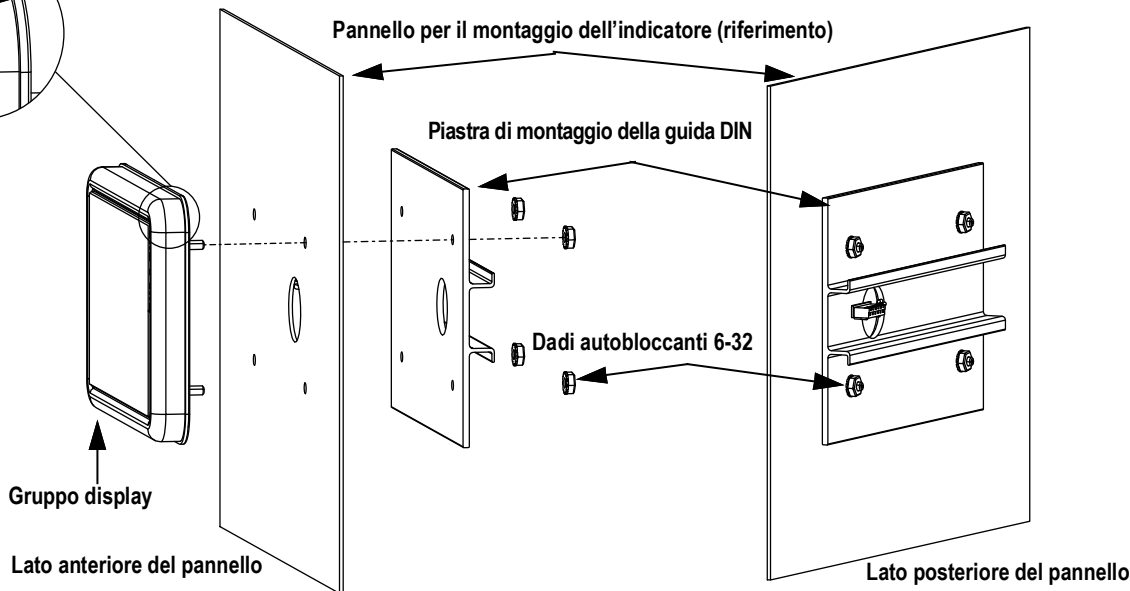

Figura 2-3. Montaggio del gruppo display
3. Allentare e rimuovere i quattro dadi autobloccanti che fissano la guida DIN e il gruppo display al pannello, vedere la Figura 2-3 a pagina 20.